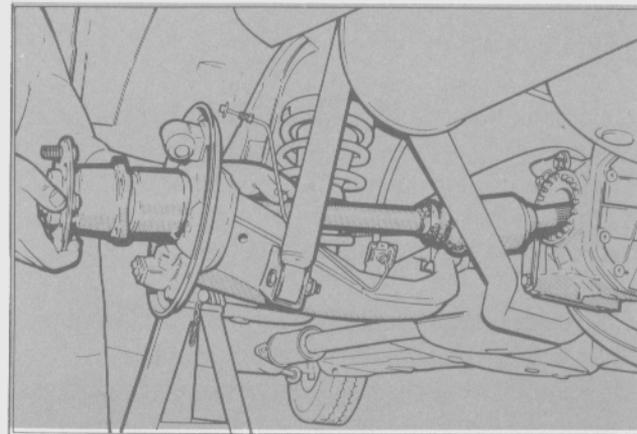

Fig. 61 - Montaje del semieje por el brazo de la suspensión trasera
- Pasar el semieje por la placa portafrenos y por el brazo de la suspensión. (Fig. 61).